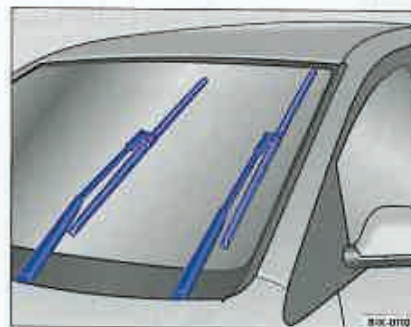

Fig. 11 Ștergătorul de parbriz în poziția de service.
- Deplasați maneta ștergătoarelor scurt în jos. Ștergătoarele vor intra în poziția service → fig. 11.